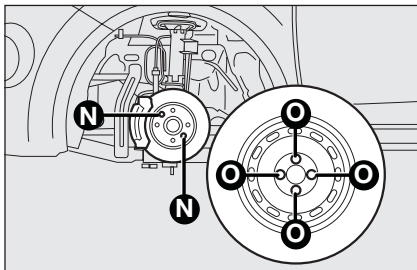

fig. 7
- instale o pino de posicionamento do cubo **N**-fig. 7 num dos orifícios da roda sobressalente de pequenas dimensões **O**;